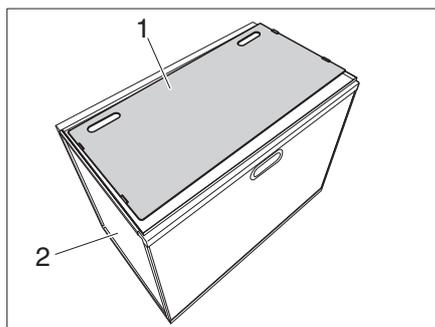
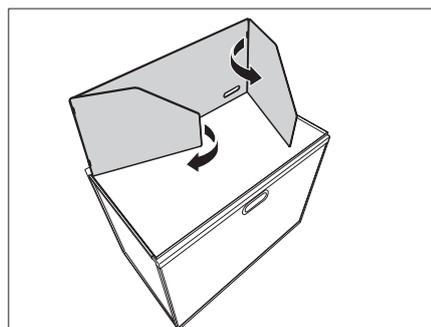

Fig. 23 Posizionamento della protezione antivento
Fig. 24 Montaggio delle parti posteriore e laterali
- Afferrare la protezione antivento (Fig. 23, 1) del campbox e posizionarla sul cassetto con gavone (Fig. 23,2).
- Montare la protezione antivento come indicato in Fig. 23 e Fig. 24.